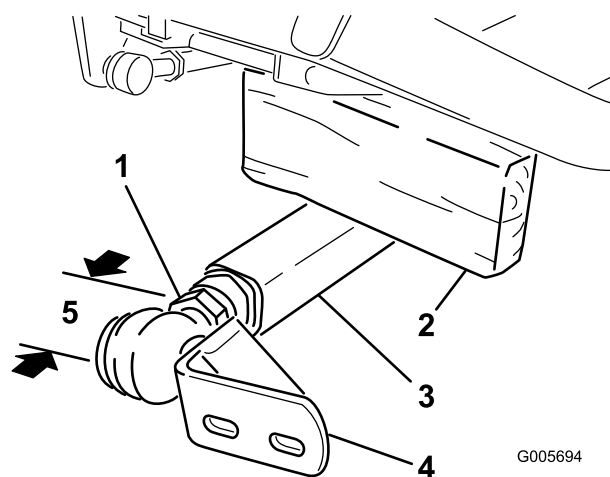

Figura 20
3. Peça ajuda a uma pessoa para pressionar o braço esquerdo para baixo. Em seguida, insira um bloco de madeira 51 x 102 mm entre a estrutura e a parte superior do braço de pressão (Figura 20). Aparafuse a rótula esférica no braço esquerdo até o centro da rótula esférica ficar 60 mm afastado da parte da frente do braço (Figura 20). Não aperte a porca de segurança.